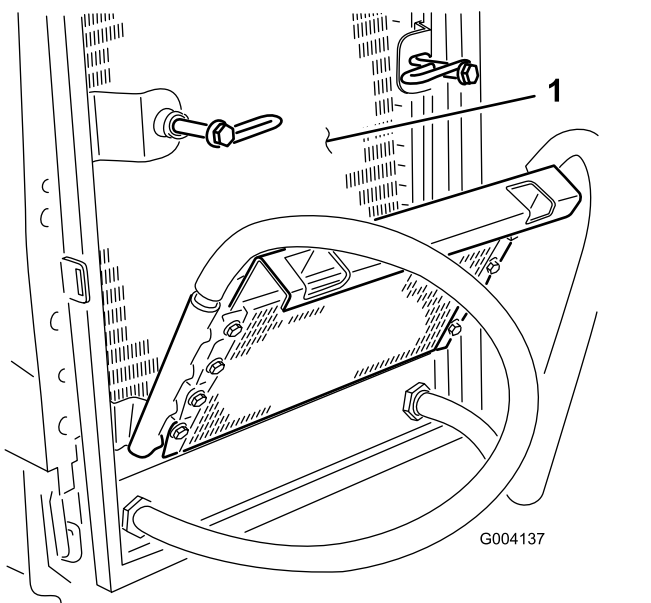

Figura 52
6. Limpie a fondo ambos lados del enfriador de aceite y del radiador (Figura 52) con aire comprimido.